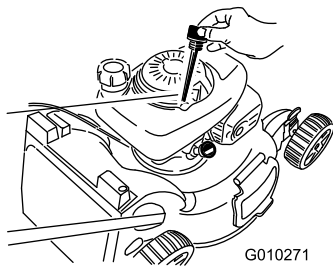

Bild 44
3. Entfernen Sie den Peilstab, indem Sie den Deckel nach links drehen und herausziehen (Bild 44).
4. Kippen Sie die Maschine seitlich (Luftfilter nach oben), um das Altöl aus dem Öleinfüllstutzen abzulassen (Bild 44).